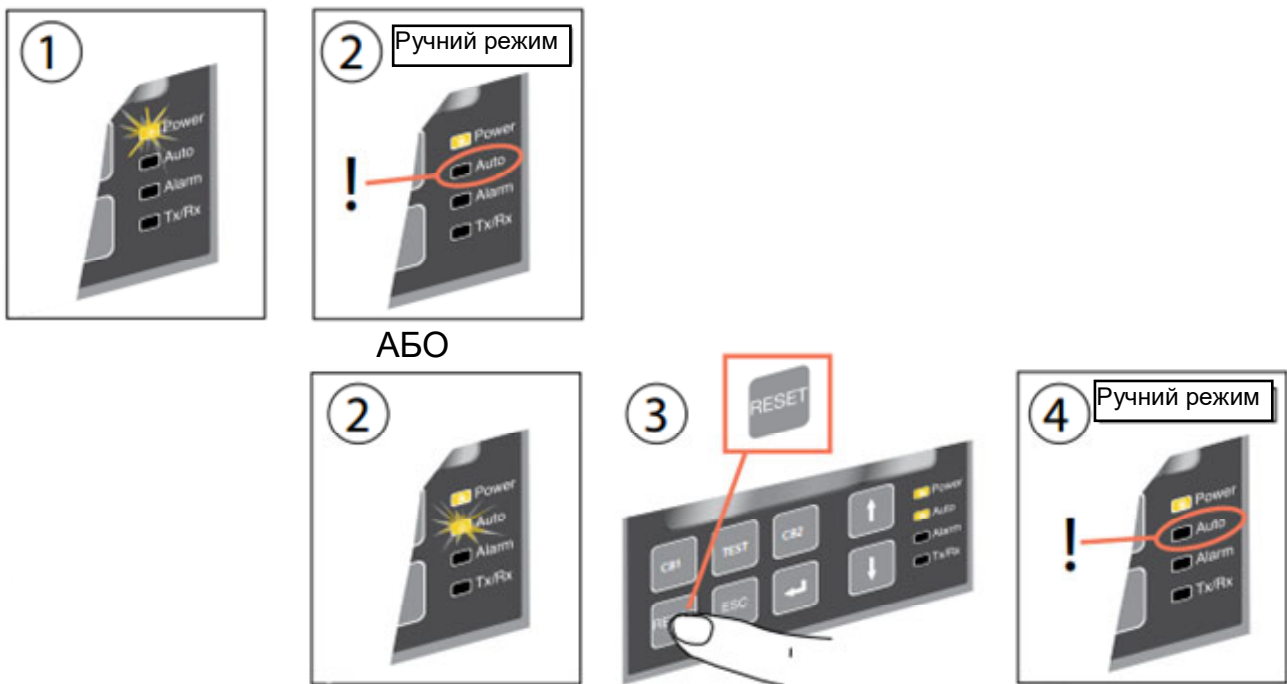

Рисунок 2.3 – Опис процедури вибору Ручного режиму роботи AT5022
- 1) переконатись, що горить світлодіод Power (рис. 2.3/1);
- 2) якщо світлодіод AUTO не горить, то блок знаходиться в Ручному режимі (рис. 2.3/2);
- 3) якщо світлодіод AUTO горить, то слід натиснути кнопку RESET (рис. 2.3/3). Світлодіод AUTO згасне і блок перейде в Ручний режим (див. рис. 2.3/4).